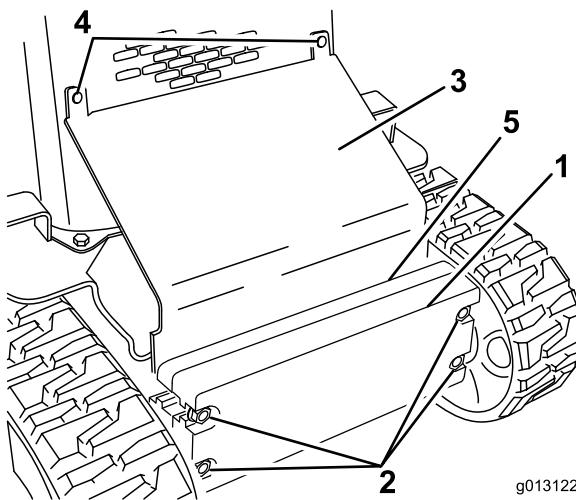

Figura 31
2. Afloje los pernos que fijan los contrapesos (Figura 31).
10. Deslice la placa inclinada entre el bastidor y los contrapesos, y fíjela a la rejilla delantera con los pernos y las tuercas que retiró anteriormente (Figura 31).
11. Ajuste los pernos que fijan los contrapesos delanteros (Figura 31).